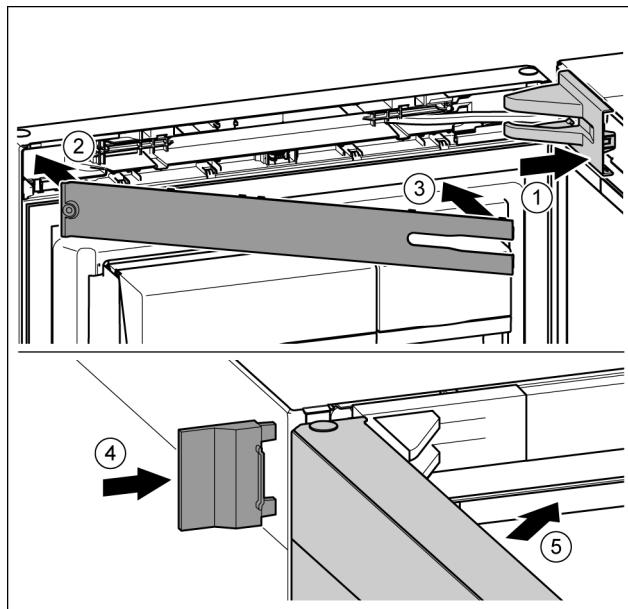

Fig. 23
► 放上并插入托架盖，如有必要小心地按压分开。Fig. 23 (1)
► 盖上隔板。Fig. 23 (2)
► 转入隔板并卡入到位。Fig. 23 (3)
► 插入外盖。Fig. 23 (4)
► 关闭冰箱上方门。Fig. 23 (5)